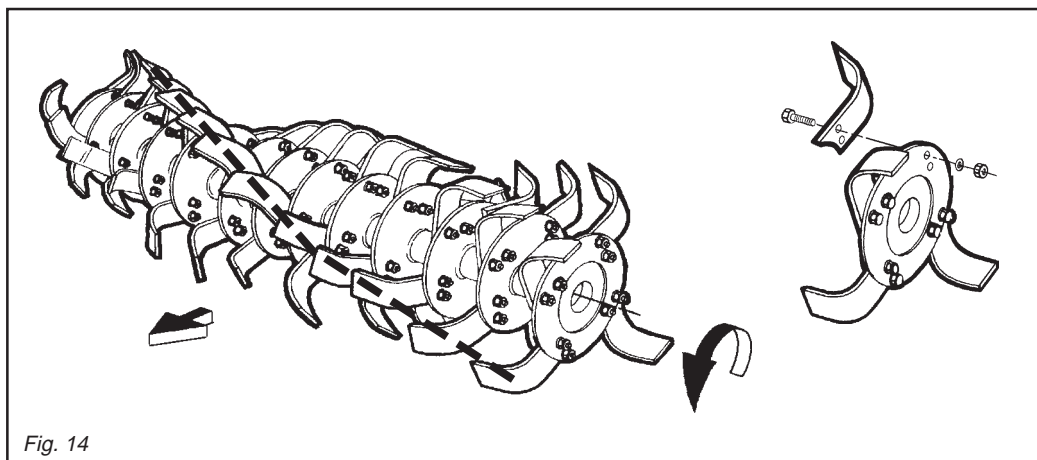

Fig. 14
Le zappette con cui viene equipaggiata la zappatrice sono adatte per la lavorazione su terreni di normale conformazione. Controllare giornalmente la loro usura o integrità. Qualora durante il lavoro dovessero per cause accidentali piegarsi (o rompersi) è necessario sostituirle immediatamente avendo l'accortezza di rimontare la nuova zappetta nella identica posizione di quella da sostituire (Fig. 14). Se fosse necessario sostituire più zappette,
Remember to mount the new hoe blade in exactly the same position as the old one (Fig. 14). If several hoe blades must be replaced, it is advisable to remove
Die Hackmesser, mit der die Hackfräse ausgerüstet wird, eignen sich zur Bearbeitung von Boden mit normaler Beschaffenheit. Sie sind täglich auf ihre Unversehrtheit und ihren Verschleiß-zustand zu prüfen. Sollten sie bei der Arbeit verbiegen oder zu Bruch gehen, müssen sie sofort ersetzt werden. Dabei ist zu beachten, daß man das neue Hackmesser an der gleichen Stelle montiert, an der sich das beschädigte befand (Abb. 14). Sollten gleich mehrere Hackmesser zu ersetzen sein, sollte man jeweils ein Hackmesser ein-
Les couteaux montés sur la houe sont indiqués pour travailler les sols ordinaires. Contrôlez tous les jours leur usure et intégrité. Lorsqu'ils se plient (ou se cassent) pendant le travail il faut les remplacer aussitôt. Le nouveau couteau devra être monté exactement dans la position de celui à remplacer (Fig. 14). S'il faut remplacer plusieurs couteaux, démontez et montez toujours un couteau à la fois, pour éviter des erreurs de position.
Las azadillas que presenta la máquina son idóneas para trabajar sobre terrenos de normal conformación. Controlar todos los días su buen estado y eventual desgaste. Si durante el trabajo por eventuales accidentes se doblan o rompen es necesario sustituir las inmediatamente prestando atención de montar la nueva azadilla en la idéntica posición de la precedente (Fig. 14). Si es
**I bulloni che fissano le zappette devono avere la testa dalla parte delle zappette e il dado con relativa rondella dalla parte della flangia (Fig. 14).**
Se si devono sostituire le zappette, fare attenzione che le nuove assumano la posizione di quelle smontate (Fig. 14).
***The heads of the bolts fixing the hoe blades in place must be on the side of the hoe blades themselves, while the nut with relative washer must be on the flange side (Fig. 14).***
*If the hoe blades must be changed, remember to set the new blades in the same positions as the demounted ones (Fig. 14).*
**Die Schrauben, mit denen man die Hackmesser befestigt, müssen den Kopf auf der Seite des Hackmessers und die Mutter mit der Unterlegscheibe auf der Flanschseite haben (Abb. 14) Die Werte des Abzugsmoments beachten, das in der Tabelle auf Seite 24 angegeben ist.**
Wenn man die Hackmesser ersetzen muß, darauf achten, daß die neuen in der Position der ersetzen am Hackstern angebracht werden (Abb. 14).
***Les boulons de fixation des couteaux doivent avoir la tête côté couteau et l'écrou avec la rondelle côté flasque (Fig. 14).***
***Respecter les valeurs des couples de serrage, voir tableau à la page 24. En cas de remplacement des couteaux, veuillez surtout à ce que les nouveaux couteaux occupent les positions de ceux démontés (Fig. 14).***
necesario sustituir varias azadillas aconsejamos efectuar las operaciones de desmontaje y montaje siempre una azadilla a la vez, para evitar errores de posición. Las binadoras presentan de serie 4 azadillas por brida. **Los bulones que fijan las azadillas deben tener la cabeza de la parte de las azadillas y la tuerca con la relativa arandela de la parte de la brida (Fig. 14).**
**Respetar los valores de los pares de torsión según lo indicado en las tablas de pag. 24.** Cuando sustituimos azadillas respetar la posición de las azadillas desmontadas (Fig. 14).